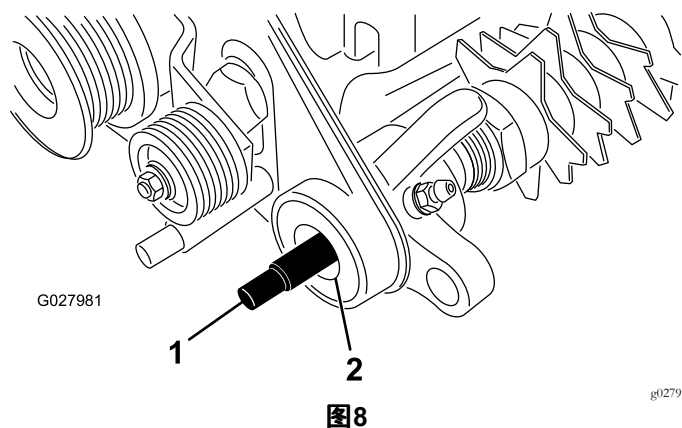

图8
15. 向驱动组件轴承支架内的密封件和疏草刀轴的末端涂抹润滑脂 图8。
16. 将疏草刀轴的花键端滑入驱动组件轴承支架 图8。